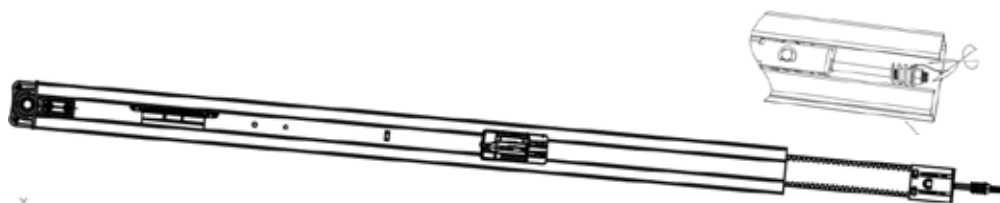

Fig. 7
1. Según la Fig. 7, corte la abrazadera de plástico en la varilla roscada "A" y tire de la varilla roscada "A" junto con la correa interna hacia el manguito,